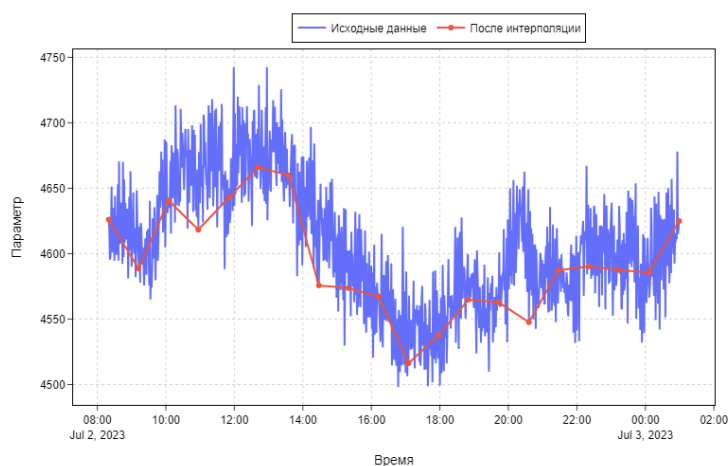

Рисунок 192. Пример интерполяции: исходные данные (точки) преобразуются в равномерный ряд (линия)
2. Интерполяция — данные в окне агрегации преобразуются в равномерный временной ряд из N точек (параметр «Размер окна») методом линейной интерполяции (Рисунок 192). Равномерная дискретизация является необходимым условием для корректной работы всех поддерживаемых алгоритмов.